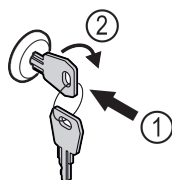

Fig. 143
- ▶ Inserire la chiave Fig. 143 (1).
- ▶ Ruotare la chiave di 90° in senso orario Fig. 143 (2).